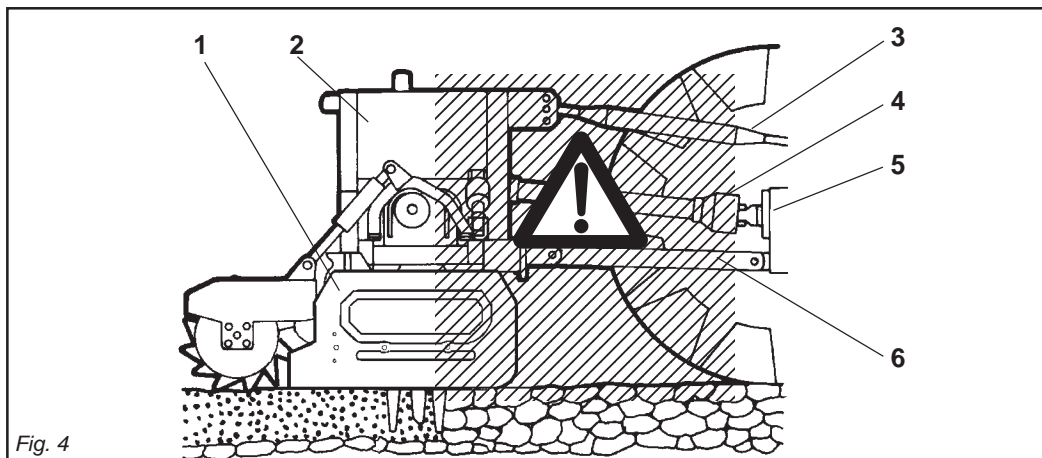

Fig. 4
- 25)** It is absolutely forbidden to stand between the tractor and the implement (Fig. 4) when the engine is running and the cardan shaft is engaged without having first engaged the hand brake and placed a block or stone under the wheels to prevent them from moving.
- 25)** Il est absolument interdit de se mettre entre le tracteur et l'appareil (Fig. 4) quand le moteur est en marche et le cardan enclenché, sans avoir tiré le frein de stationnement et bloqué les roues avec une cale ou un caillou.
- 25)** Es ist absolut verboten, bei laufendem Motor und eingeschalteter Gelenkwelle zwischen den Schlepper und das Gerät zu treten (Abb. 4). Dazu muß die Feststellbremse gezogen werden und unter die Räder ein Bremskeil oder ein großer Stein gelegt worden sein.
- 25)** Está terminantemente prohibido colocarse entre el tractor y el equipo (Fig. 4) con motor encendido y cardán inserido, o sin haber accionado el freno de estacionamiento y de colocar, debajo de las ruedas, una piedra u otro elemento de bloqueo.
- 29) È assolutamente vietato interporci fra il trattore e l'attacco della macchina per manovrare il comando dall'esterno per il sollevamento (Fig. 4).
- 29) *It is absolutely forbidden to stand between the tractor and the implement when manoeuvring the lift control from the outside (Fig. 4).*
- 29) Il est absolument interdit de se mettre entre le tracteur et l'attelage pour manoeuvrer la commande de relevage de l'extérieur (Fig. 4).
- 29) *Es ist absolut verboten, zwischen den Schlepper und den Anschluß zu treten, um die Aushebung von außen zu betätigen (Abb. 4).*
- 29) Está absolutamente prohibido colocarse entre el tractor y el enganche para maniobrar el mando desde el externo en la fase de elevación (Fig.4).